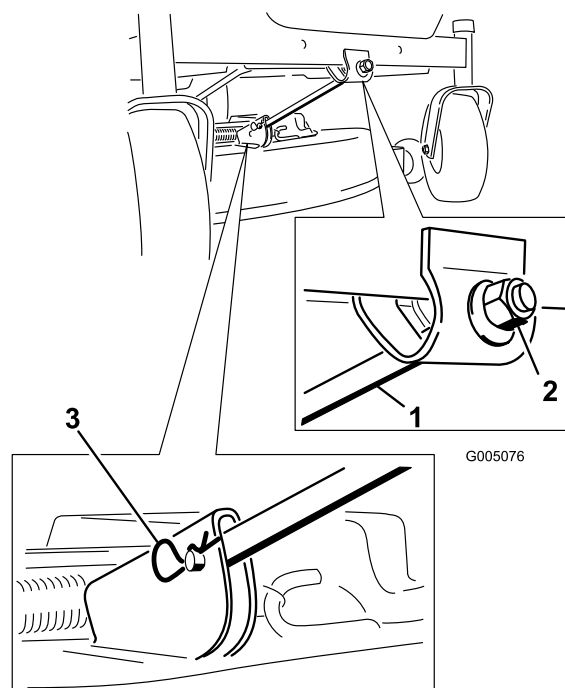

Figura 43
4. Togliete la coppiglia a forcina e il perno con testa dall'asta di sostegno anteriore (Figura 43). Abbassate con cautela la parte anteriore del piatto di taglio fino al suolo.
6. Montate l'asta di sostegno anteriore sul piatto di taglio con il perno con testa e la coppiglia a forcina (Figura 43).